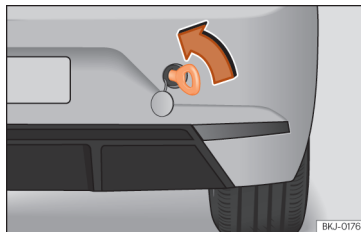

Abb. 158 Auf der rechten Seite des hinteren Stoßfängers: Eingeschraubte Abschleppöse.
- Drehen Sie die Abschleppöse **entgegen dem Uhrzeigersinn** so fest wie möglich in die Aufnahme » (Abb. 158) , » S. 266. Verwenden Sie ein geeignetes Hilfsmittel, um die Abschleppöse festzuziehen.